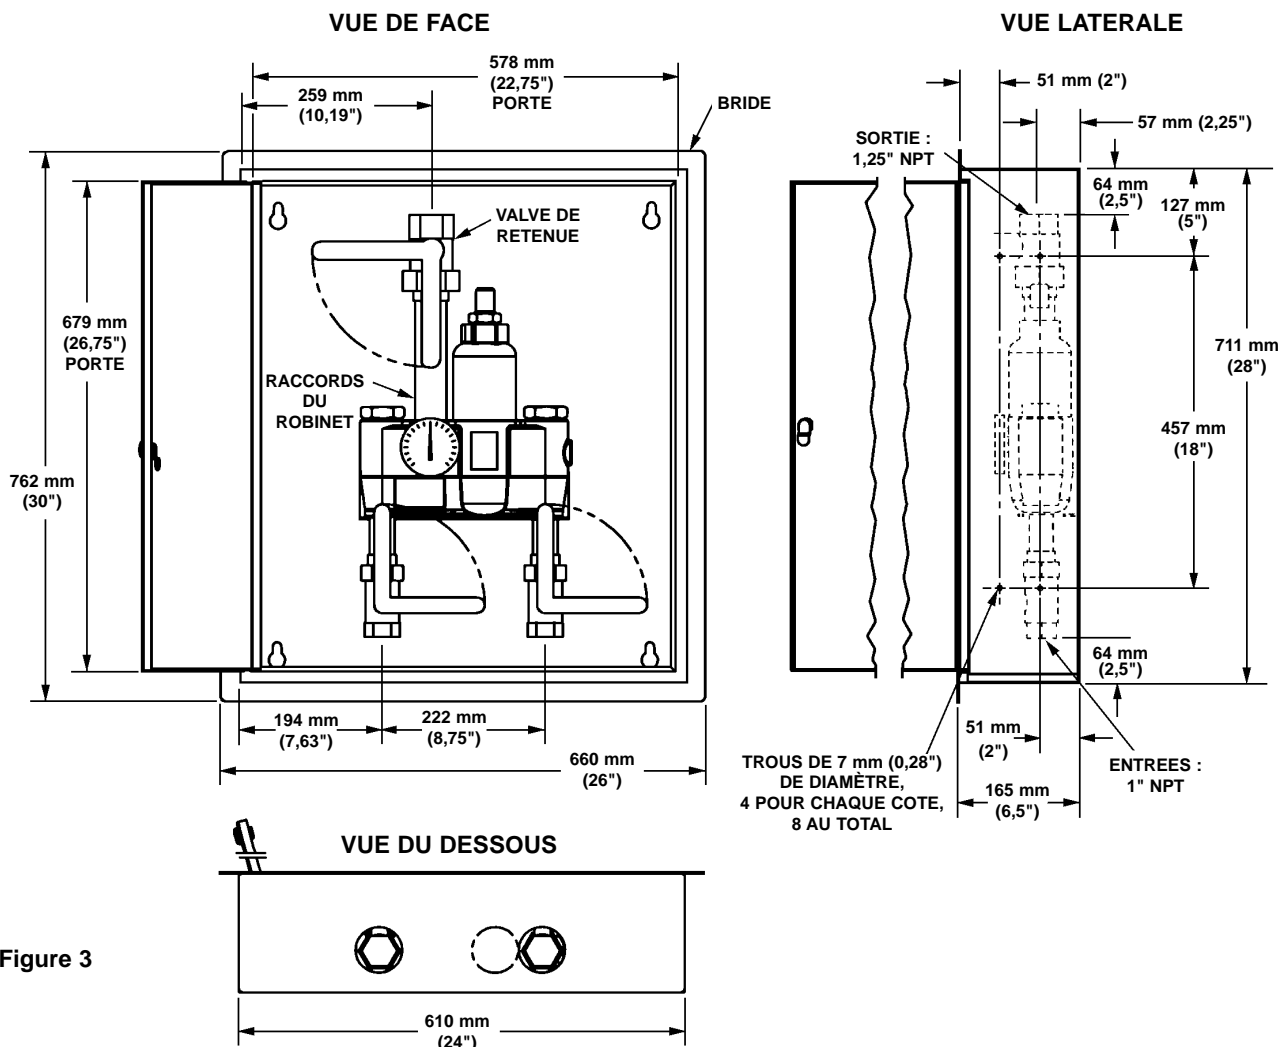

Figure 3
1. Pratiquer une ouverture initiale de 62 cm L x 72 cm H (24,5" x 28,5") dans le mur, pour y fixer le cabinet (voir Figure 3).
2. Mesurer et marquer l'emplacement des trous pour le montage, selon les dimensions indiquées à la Figure 3. Si nécessaire, installer quatre ancrages muraux de 1/4" (fournis par l'installateur).